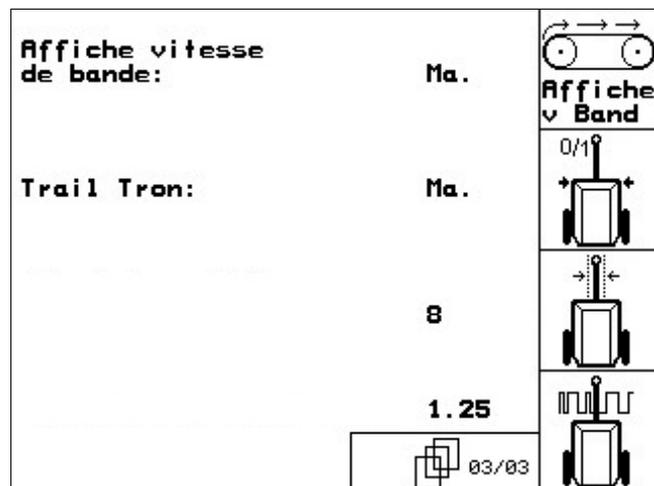

Fig. 58
- Page 3 paramètres de base (Fig. 58):